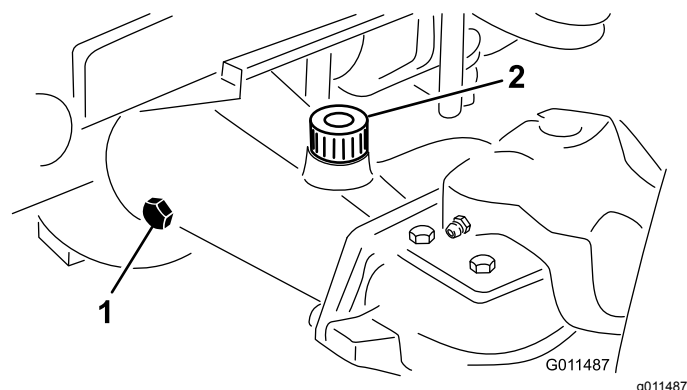

Bild 94
2. Entfernen Sie eine Prüfschraube aus einem Ende der Achse und stellen sicher, dass das Öl die Unterseite des Lochs erreicht (Bild 94).